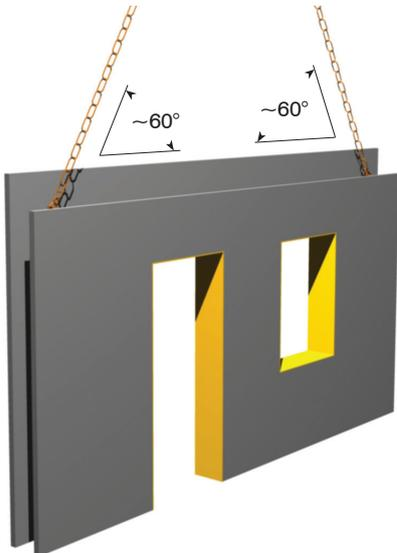

Bild 6
- Anschlagwinkel am Element $\geq 60^\circ$ - Achtung auf genügend lange Ketten! (Bild 6)